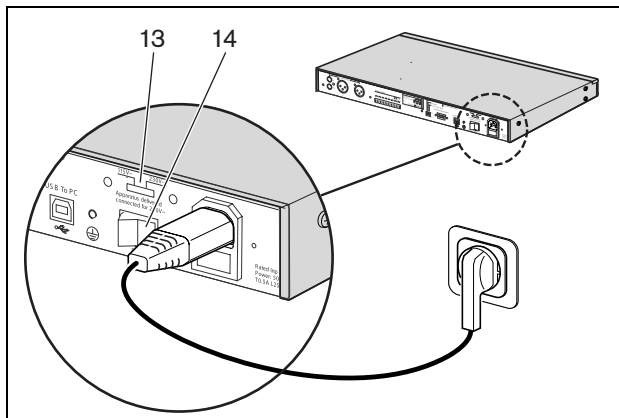

figura 4.1: Interruptor de alimentação no painel posterior
- 1 Certifique-se de que o selector de tensão (115 V/ 230 V) (13) está correctamente regulado para a corrente utilizada no país (consulte a figura 4.1).
- 2 Certifique-se de que o interruptor power (14) na parte de trás do Temporizador está na posição "I".
Coloque o interruptor Power (14) na parte de trás do Temporizador na posição "O" (consulte a figura 4.1).